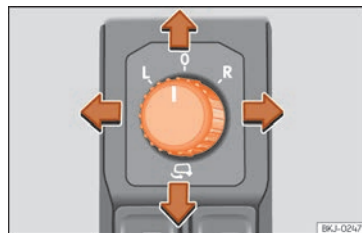

**Fig. 148** Regolazione degli specchietti retrovisori esterni.
1. In primo luogo, ruotare la manopola ►►► **fig. 148** portandola nella posizione **L** (**specchietto esterno sinistro**).
- Per far ripiegare su se stessi gli specchietti esterni si deve ruotare la manopola ►►► **fig. 148** portandola nella posizione . Si consiglia di richiudere sempre gli specchietti esterni quando si porta il veicolo all'autolavaggio, altrimenti potrebbero danneggiarsi.